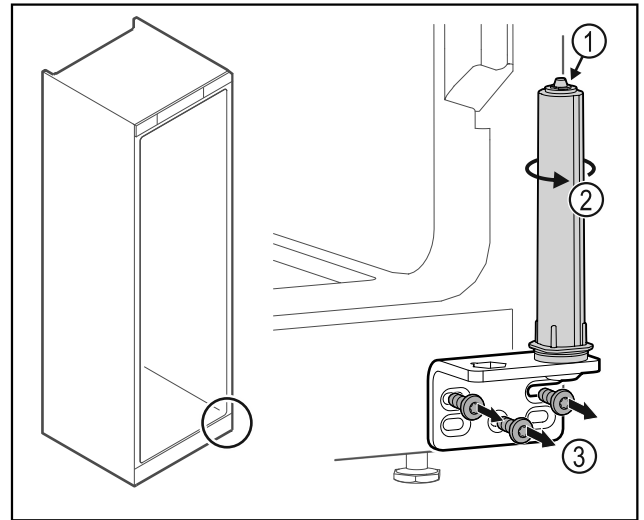

Fig. 30
▶ Türschließsystem nicht zerlegen Fig. 30 (1).
- ▶ Schließsystem Fig. 30 (2) drehen, bis es klickt.
- ▶ Scharnierwinkel Fig. 30 (3) abschrauben.